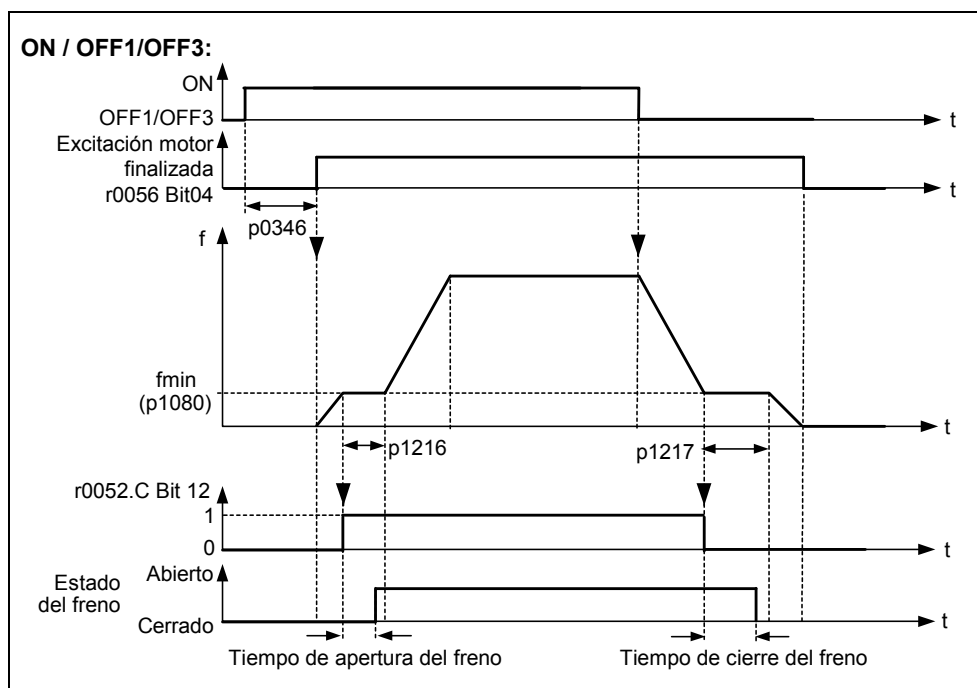
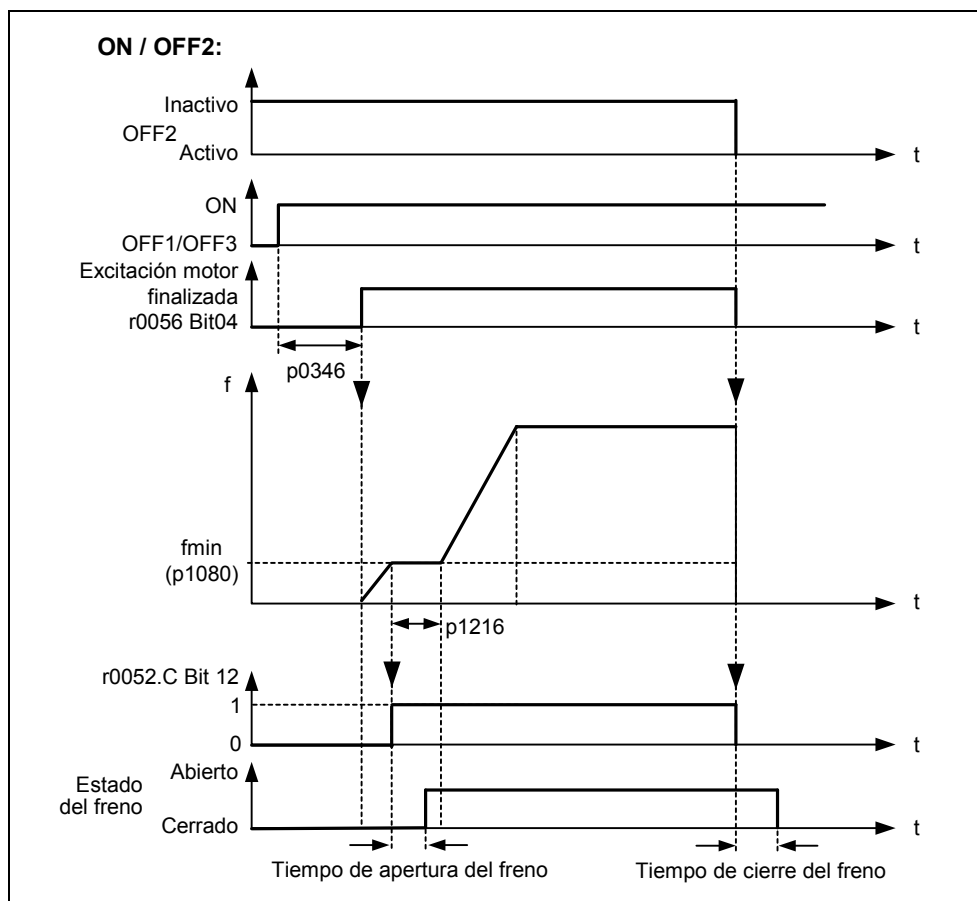

Figura 3-68 Freno de mantenimiento del motor después de ON / OFF1
Figura 3-69 Freno de mantenimiento del motor por OFF2
Antes de abrir el freno se tienen que desbloquear los impulsos y aplicar corriente para que el accionamiento se mantenga en la posición que posee. La corriente aplicada se determina mediante la frecuencia mínima P1080. Uno de los valores usuales es el de deslizamiento nominal del motor r0330. Para proteger el freno de mantenimiento del motor permanentemente contra daños, se tienen que airear los frenos antes de que el motor gire (tiempo de aireación 35 ms ... 500 ms). Este retardo se tiene que tomar en cuenta en el parámetro P1216 "retardo apertura de freno de mantenimiento"(véase Figura 3-68).
El freno de mantenimiento del motor se cierra con OFF1 / OFF3 o OFF2. Cuando se hace con OFF1 / OFF3 y el motor desacelera hasta alcanzar la frecuencia mínima P1080 y la mantiene hasta que el freno se activa (de 15 ms a 300 ms). El tiempo se ajusta en el parámetro P1217 "tiempo de cierre tras deceleración" (véase Figura 3-68). Si se da la orden OFF2, la señal de estado r0052 bit 12 "freno de mantenimiento del motor activo" se resetea, independientemente del estado del accionamiento. O sea el freno se cierra inmediatamente después de activar la orden OFF2 (véase Figura 3-69).
- ◆ Para abrir y cerrar el freno, la salida digital acciona en el punto 1/2 (véase Figura 3-68) el freno de mantenimiento del motor. Requisitos son que se haya habilitado la función con P1215 y la fuente para seleccionar el freno de mantenimiento del motor sea la salida digital.